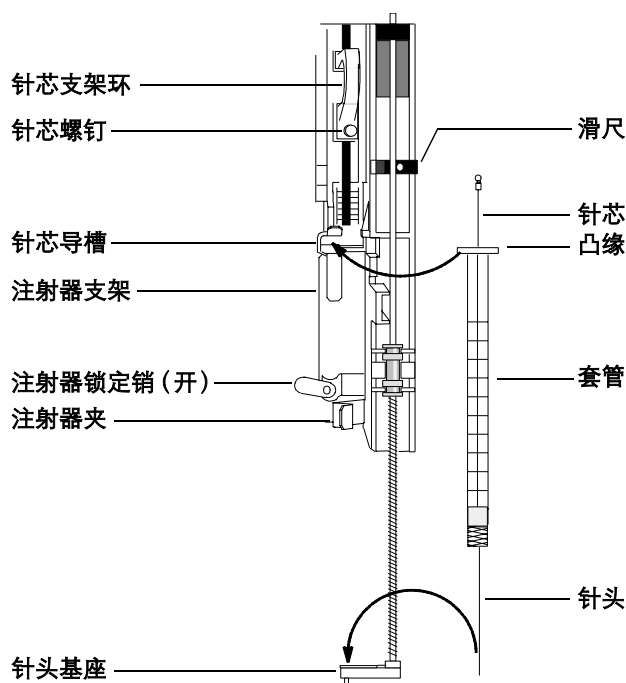

图 56 安装注射器
安装注射器（图 56）：
- 2 向上（或向下）滑动注射器支架直至能够拿取注射器。请参阅图 56。